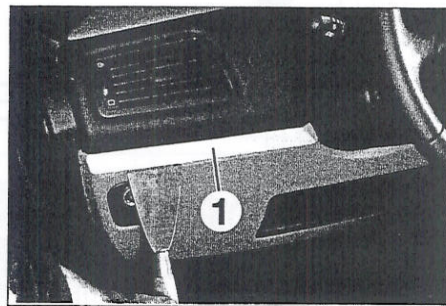

FIGURA 9-7
- Desengrapar el junquillo embellecedor (1) (figura 9-7).